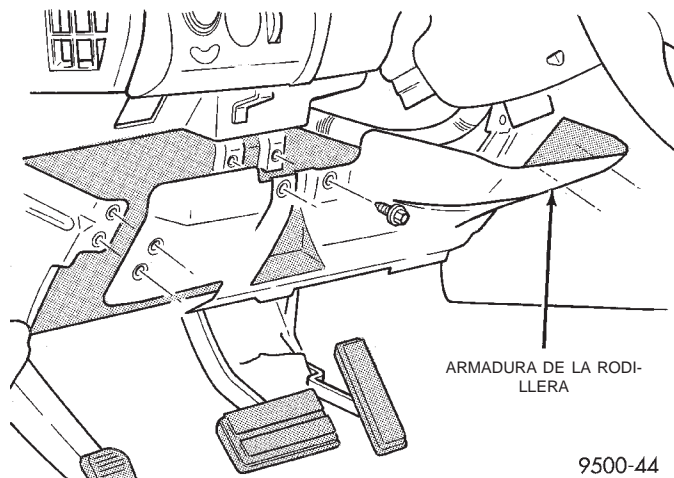

Fig. 43 Armadura de la rodillera
(1) Retire la cubierta inferior de la columna de dirección.
(2) Retire los tornillos que fijan la armadura de la rodillera en el tablero de instrumentos (Fig. 43).
(3) Retire la armadura de la rodillera del vehículo.